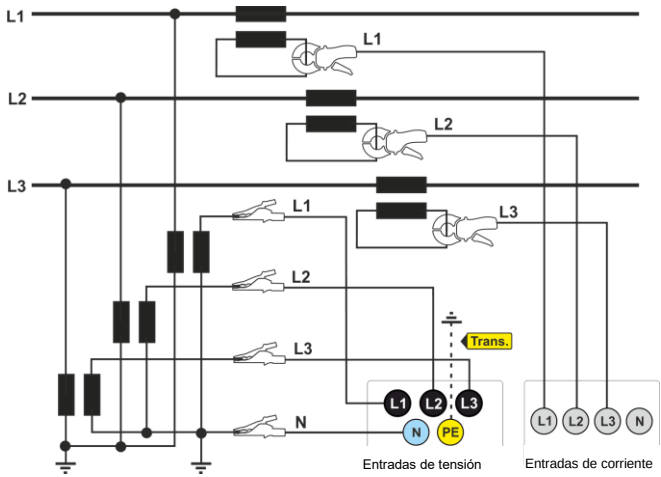

Fig. 23. Esquema de conexión - una medición indirecta SN en el sistema de estrella de 3 fases.
- en una configuración de estrella (Fig. 23),